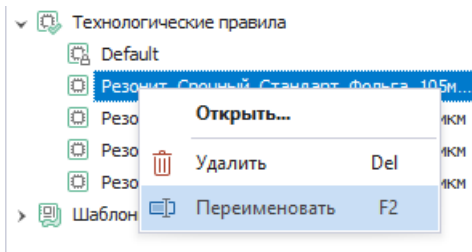

Рис. 123 Переименование шаблона технологических правил
2. Вызовите контекстное меню и выберите пункт «Переименовать», Рис. 123. Для данного действия также задана горячая клавиша F2.